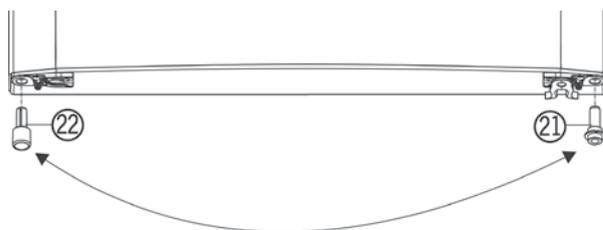

Рис. 4
- ▶ Снимите прокладку 22 с нижней левой части двери (Рис. 4).
- ▶ Отвинтите несущую часть 5 (Рис. 4), перевесьте ее на противоположную сторону петли и снова привинтите.
- ▶ Установите прокладку 22 (Рис. 4) в нижней правой части двери.